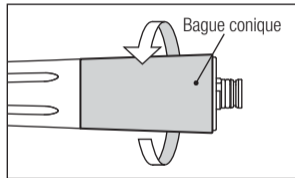

Fig. 14
- 1) Dévissez et enlevez la bague conique à l'arrière de la turbine. (X450L/X450)(Fig. 14)